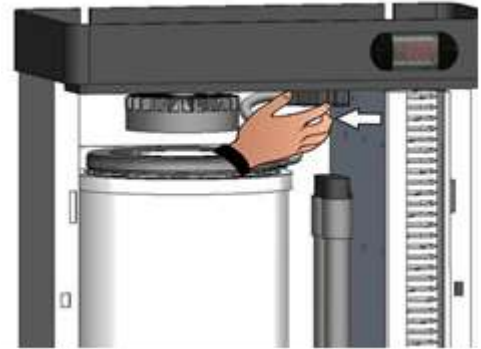

Fig. 30
4. Retire el conector eléctrico del cilindro (fig. 30).